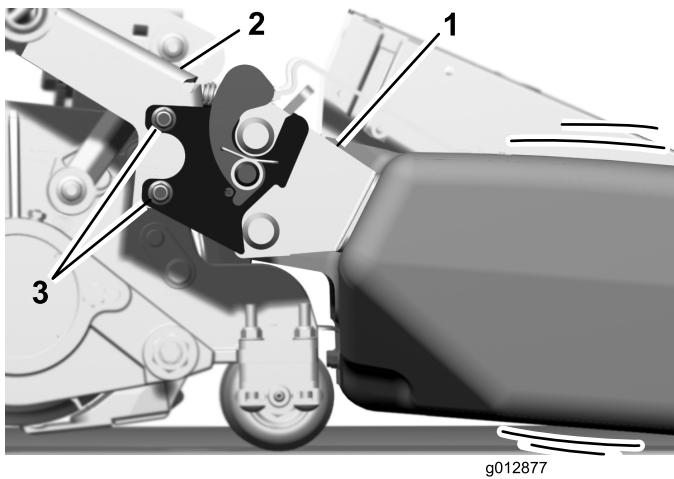

Bild 17
- A. Lösen Sie an jedem Ende des Korbs die Schlossschraubenmutter, mit denen die Führung und Halterungen an den Halterungen des Grasfangkorbs befestigt sind (**Bild 17**).